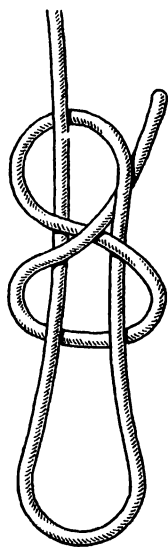

Рис. 83. Скользящая восьмерка
**Скользкая восьмерка** (рис. 83). Основанный на принципе восьмерки этот узел относится к разряду надежных, сильно затягивающихся петель. Он обладает свойством плавно и равномерно затягиваться при тяге за коренной конец.